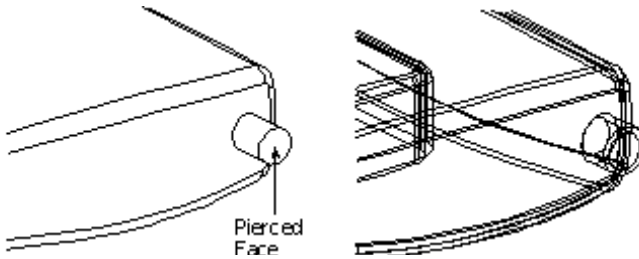

Рисунок 2.15 — Тонкостінне тверде тіло нижньої кришки і верхня плоска грань бобишки
- виберіть верхню плоску грань бобишки як виключаєму грань (рис. 2.15).